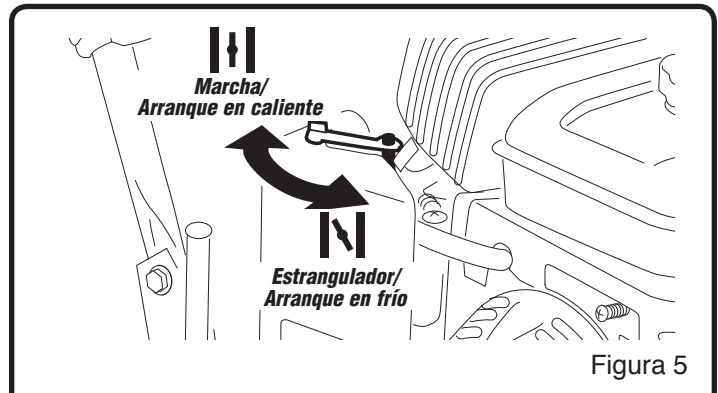

Figura 5
3. Rotar el regulador a la posición CHOKE (ESTRANGULAMIENTO). (Véase la Figura 5)